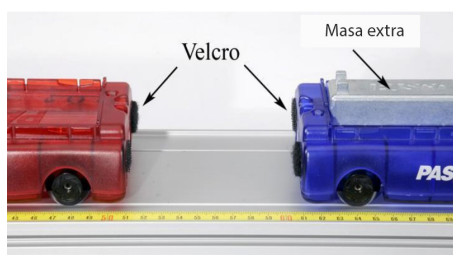

Figura 17.2: Configuración colisión inelástica
5. Orientar los carros de modo que los extremos del velcro se junten entre sí, como se muestra en la Figura 17.2.
23. Iniciar la grabación y pulsar el botón de disparo (ver Figura 17.2) para poner en marcha los carros.